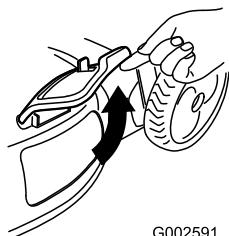

Figure 38
2. Soulevez et ouvrez le volet d'éjection latérale (Figure 38).